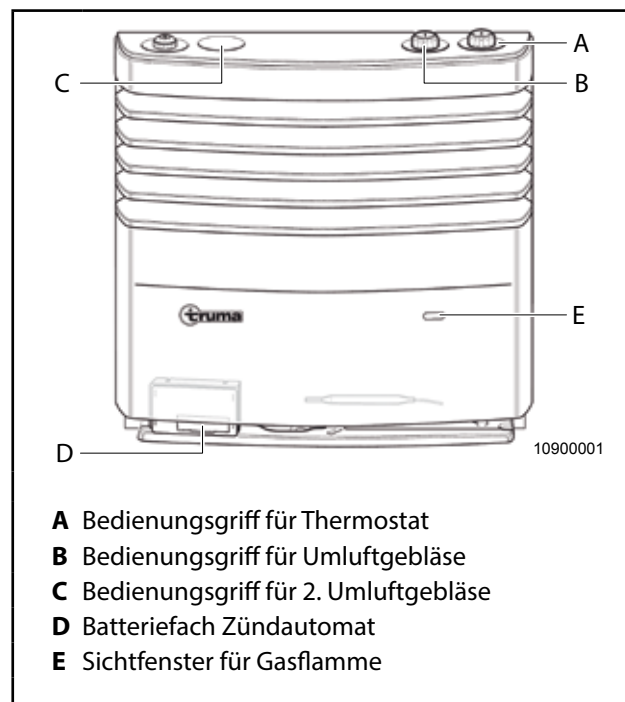
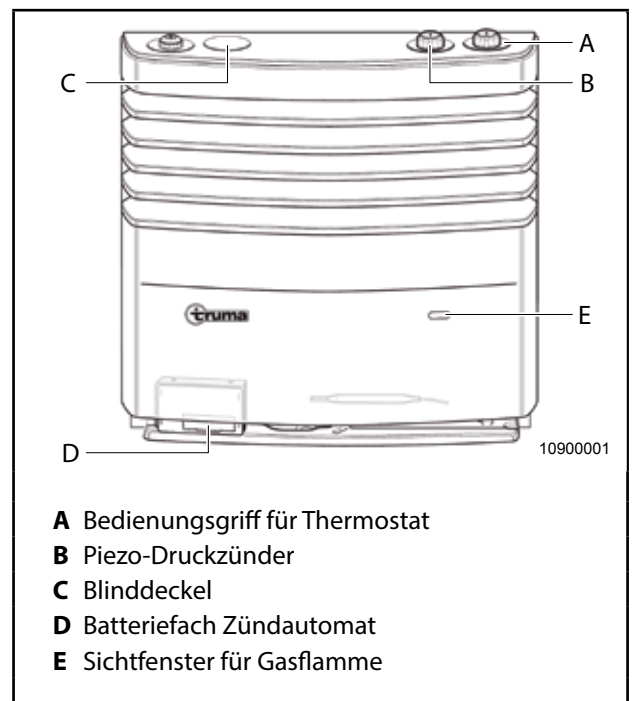

Abb. 32 Gasheizung -S 3004/S 5004 (Elektrozündung)
Abb. 33 Gasheizung -S 3004 P (Piezozündung)
1. Mit dem Bedienungsgriff Thermostat (Abb. 32, Pos. A und Abb. 33, Pos. A) wird die Raumtemperatur eingestellt, die vom eingebauten Thermostat automatisch konstant gehalten wird.
1. Bedienungsgriff Thermostat (Abb. 32, Pos. A und Abb. 33, Pos. A) in Stellung „0“ stellen, damit wird der Zündautomat automatisch ausgeschaltet.
1. Verkleidung abnehmen, Batterieabdeckung (Abb. 32) des Zündautomaten nach oben schieben und Batterie wechseln. Polarität (Plus/Minus) der Batterie beachten.
1. Steht der Drehschalter **(B)** in Stellung „A“, regelt die Elektronik die erforderliche Gebläseleistung automatisch und begrenzt die Drehzahl auf den eingestellten Wert. Die Heizleistung kann nach Wunsch am Thermostat-Bedienteil (Abb. 32, Pos. A) begrenzt werden. Die Regulierung erfolgt automatisch zwischen eingestelltem Wert und Langsamlauf.
2. Steht der Wahlschalter Betriebsarten **(2)** in Stellung **(5)** „auto“, passt sich die Gebläseleistung stufenlos der jeweiligen Wärmeabgabe der Heizung an. Die Heizleistung kann nach Wunsch am Thermostat-Bedienteil (Abb. 32, Pos. A) begrenzt werden. Die Regulierung erfolgt automatisch zwischen eingestelltem Wert und Langsamlauf.